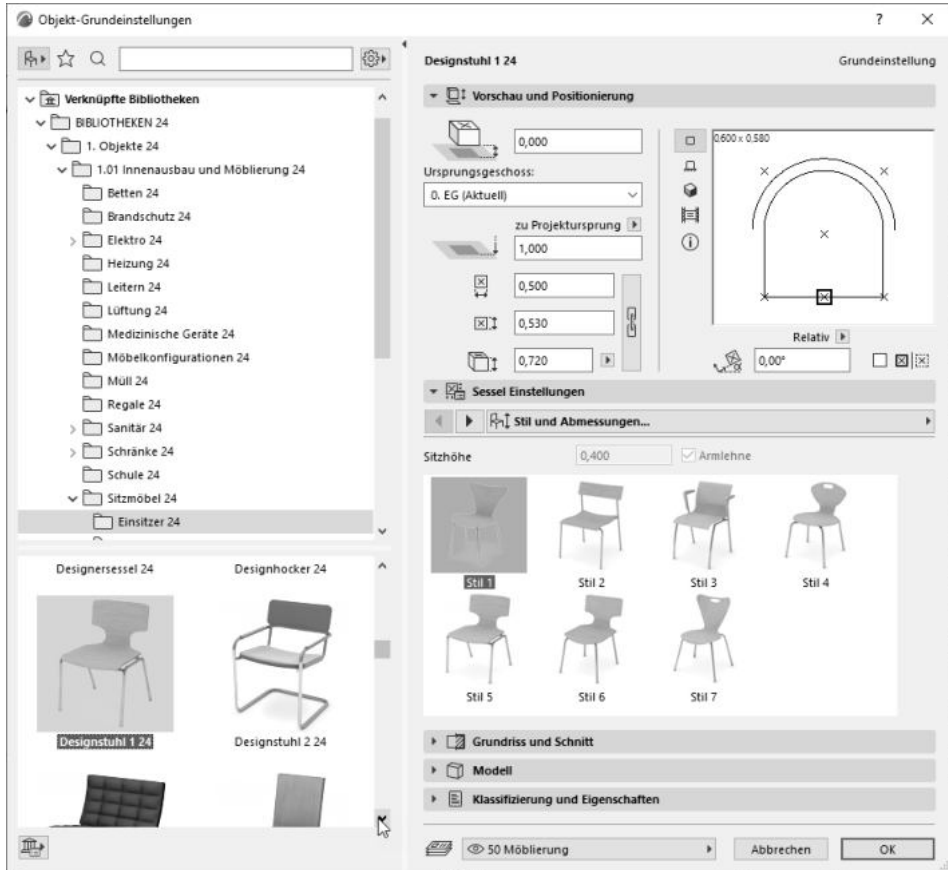

Abb. 1.20: Zeitgemäße Wohnmöbel
*Möblierung* – Eine umfangreiche Bibliothek (Abbildung 1.20) bietet Ihnen Möbel in modernen Stilen an.